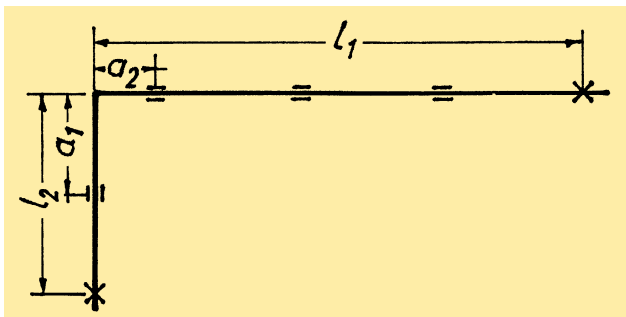
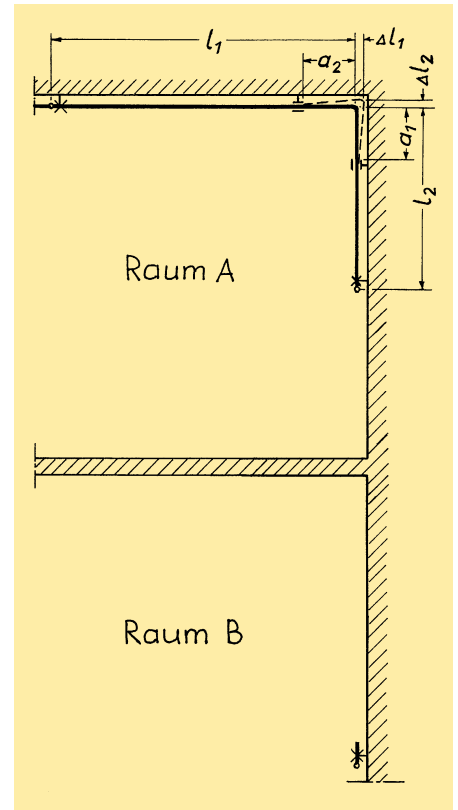

Bild 1: Rohrleitung, befestigt mit Festschellen (x) und Gleitschellen (=).
Bild 2
Das Bild 1 zeigt als Beispiel eine Rohrleitung, bestehend aus den Teilstrecken  $l_1$  und  $l_2$ , mit den dazugehörigen Biegeschenkeln  $a_1$  und  $a_2$ , befestigt mit Festschellen (x) und Gleitschellen (=). Kommen wir zu einem konkreten Beispiel: Bild 2 zeigt in dem Raum A von einem hinter einer Fußleiste (= Sockelleiste) verlegten Leitungsabschnitt der Übersichtlichkeit halber nur die Vorlaufleitung. An den mit einem Kreis (o) bezeichneten Stellen befinden sich die Anschlüsse für reitend anzuhängende Raumheizkörper (HK). Angenommen wird Kupferrohr DN 18 mit den Längen  $l_1 = 2,7$  m und  $l_2 = 2,2$  m. Die Rohrverlegetemperatur  $\vartheta_1$  beträgt  $10^\circ\text{C}$ , die Vorlaufhöchsttemperatur  $\vartheta_2 = 80^\circ\text{C}$ . Die Festpunk-
Wie würden Sie vorgehen, wenn Sie einen Heizkörper in Raum B (Bild 2) an der gekennzeichneten Stelle (o) anzuschließen hätten (Dehnungsaufnahme mit natürlichen Dehnschenkeln).